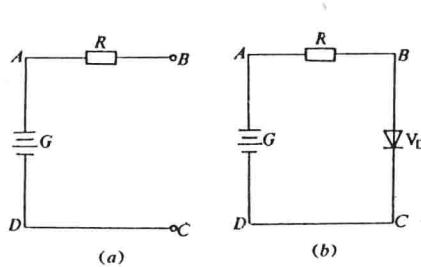

图 1-15 正向偏置二极管直流电路
(2) 测反向特性，见图1-15(b)。调整电源电压，至二极管电压 $U_{VD} = -2, -4, -6, -8\text{V}$ ，电流表取微安档，对应测量 $I_{VD}$ ，记录。扩大电流表量程至毫安档。继续升高 $V_D$ 电压，至二极管电流突然增大。测量此时电压值。描点绘图。
**【例 1-1】** 求图1-15电路中二极管的两端电压。
(1) 用开路来代替二极管 [图1-15(a)]。
(2) 确定开路处的电压极性。由于是开路，电阻上没有电流通过，电阻上的电压降为零，这样A点与B点电压相同，C点与D点电压相同，因为 $U_{BD}$ 即为电源电压，A点电压高于D点电压，所以开路处B、C之间的电压同样是上高下低。
(3) 确定二极管的工作状态。在开路处BC之间复原二极管。可以看出，二极管处于正向偏置、正向导通。
(4) 求二极管的端电压。作为硅二极管，导通以后管子上的电压降约为0.7V，相当于一个闭合的开关。